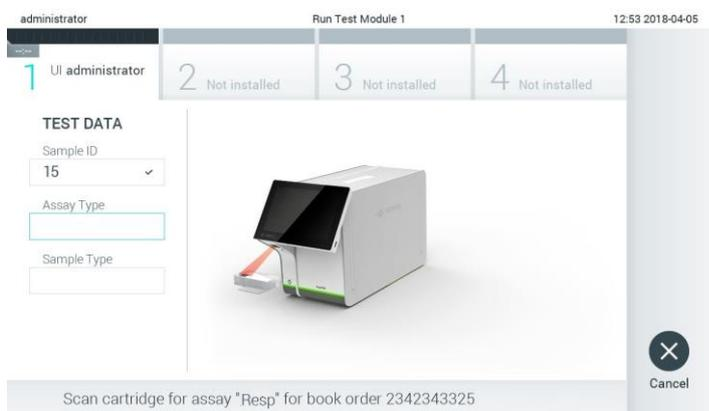

Figure 71. Scan du code-barres de la cartouche de dosage QIAstat-Dx.
4. Lorsque la commande de test a été récupérée depuis l'hôte, le message « Scan cartridge for assay <assay\_name> and book order <order\_number> » (Scanner la cartouche pour le dosage <assay\_name> et la commande <order\_number>) s'affiche. Scannez le code-barres de la cartouche de dosage QIAstat-Dx spécifiée (figure 71, en page suivante).